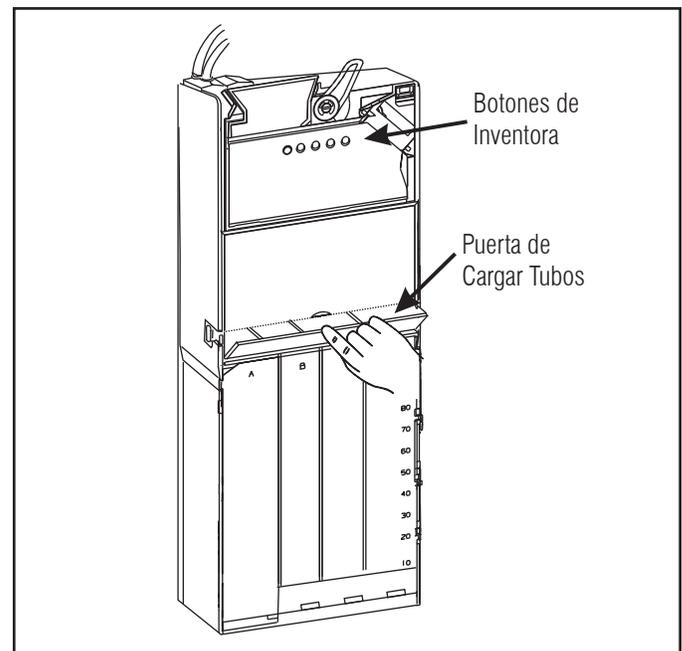

Figura 4
8. Cargue los cuatro tubos de cambio (vea Figura 4). Inclinando la puerta de carga hacia afuera, cargue los cuatro tubos. Asegúrese de que todas las monedas estén planas y llene cada tubo a un 20% de capacidad. Entregue de cambio por lo menos dos monedas de cada tubo para iniciar los contadores de auditoría. Si desea auditoría completa, entre al Modo de Programación (vea sección de “Modo de Programación”) y cargue los tubos depositando las monedas por medio del aceptador.
Usando los Botones de Inventario en el Aceptador (vea Figura 4), los niveles de los tubos se pueden programar a cualquier nivel más arriba del sensor bajo, siguiendo los siguientes pasos: